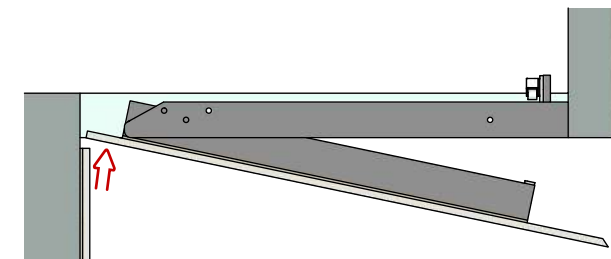

Рис. 13 (вид сверху)
- 7) После полного высыхания клея, люк можно открыть нажав на плитку со стороны петель (Рис.13). В случае, если Вы плитку выпустили в нахлест на стену, то такой способ открывания является основным. То есть, замок в таком случае не используется, его заменит стопорный уголок с закрепленным к нему магнитом. Замок можно снять.